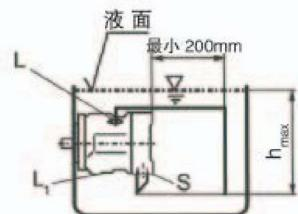

图 3
a) 当油箱的最低液面在泵顶端之上时，把泄油口“ L_1 ”堵住，泄油口“L”、进油口“S”配管参见图 3。